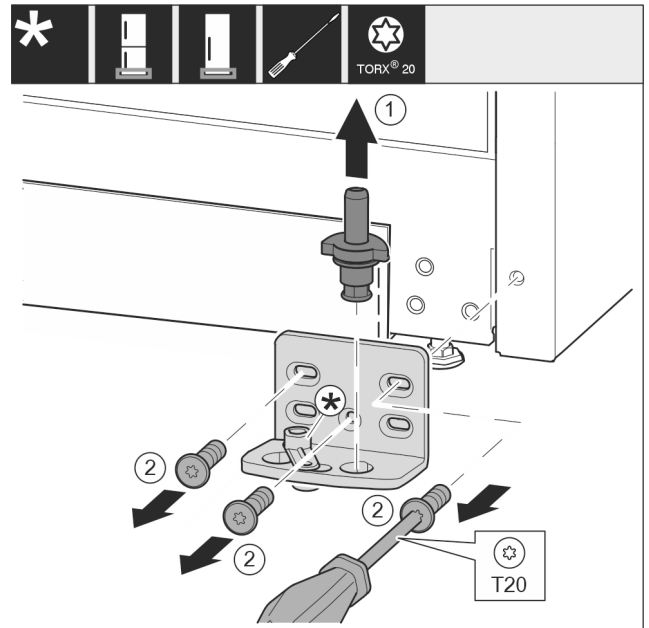

Fig. 18
- Lagerbolzen Fig. 18 (1) komplett nach oben herausziehen.
- Schrauben Fig. 18 (2) mit Schraubendreher herausdrehen und Lagerbock abnehmen.